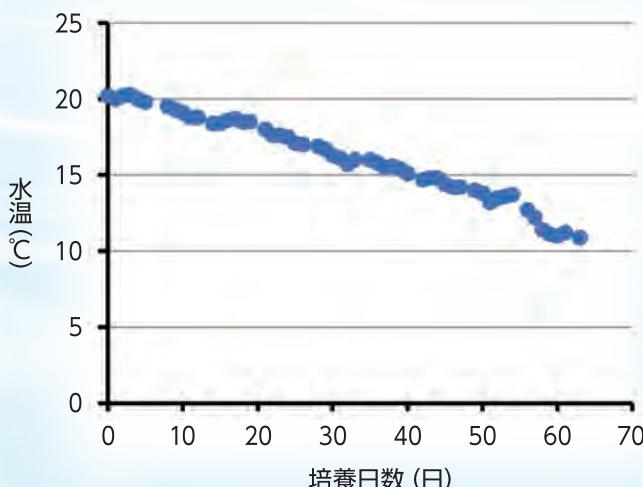

図4 ワムシの培養水温と増殖日数
- 温度変化に敏感であるため、徐々に水温を下げながらワムシを慣らしていく必要があります(図4)。